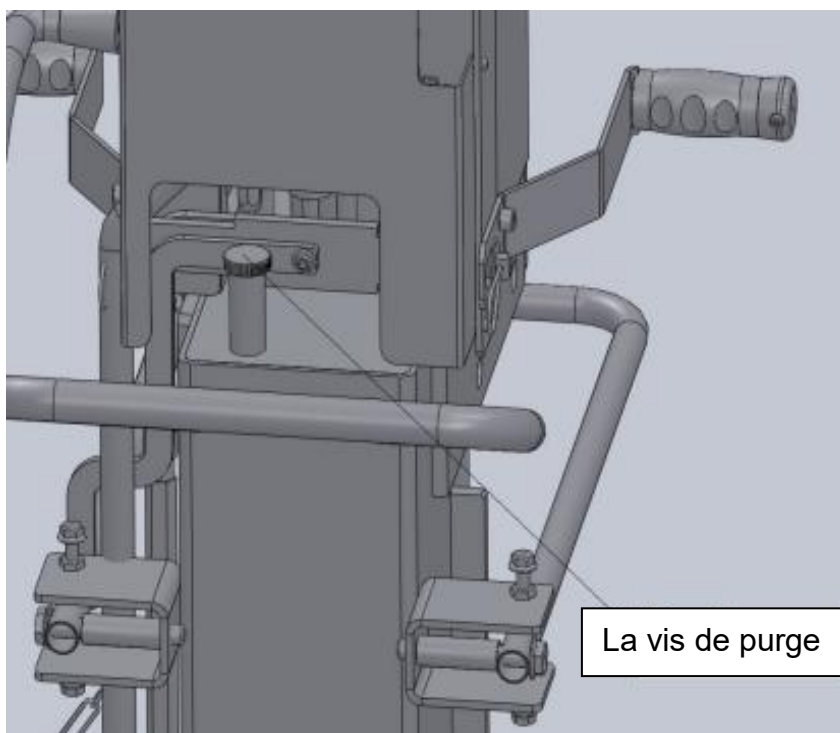

Fig.7
**Avant la mise en service, desserrez le bouchon de remplissage (fig. 7).**
Transport manuel Lors du transport, le cylindre doit toujours être amené en position de transport. Fig.7 (la vis de purge doit être fermée hermétiquement).
**Avant de déplacer la fendeuse de bûches, n'oubliez jamais de desserrer la vis de purge (fig. 7) !**